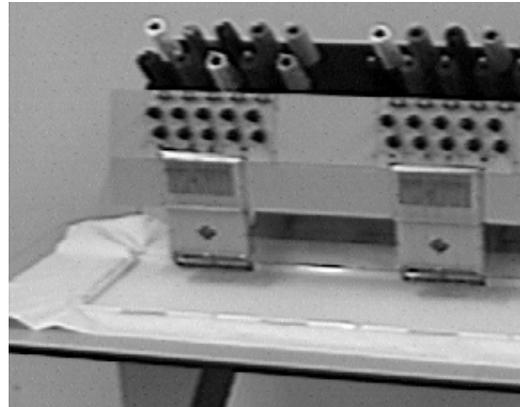

Figura 3-6
Los diseños que son demasiado grandes para caber en un aro estándar se pueden coser usando el bastidor de marco completo. La figura 3-6 muestra una parte del área máxima de costura. Con el bastidor de marco completo se puede estirar el material voluminoso de modo que ocupe el ancho del bastidor.
4. Instale el soporte de sujetador delantero en la parte delantera del marco móvil. Se fijará como el soporte de sujetador posterior. Consulte la figura 3-6.